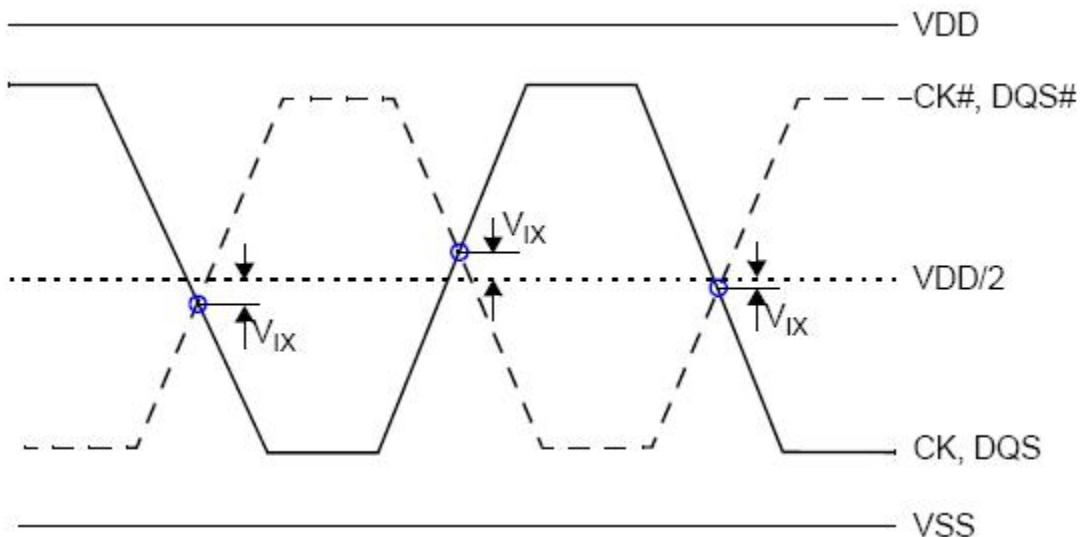

图 5.4 Vix 定义
测量在 VOL(AC) 和 VOH(AC) 之间，如表 5-11 和图 5.4 所示。